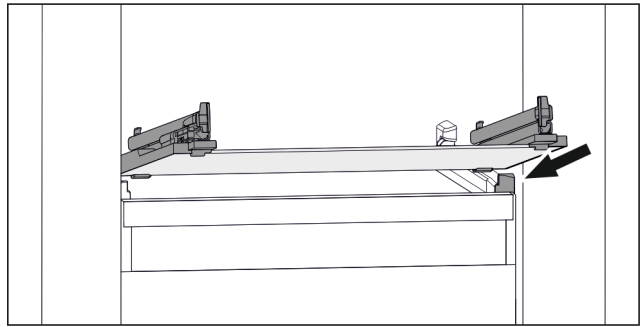

Fig. 49 Representación de la placa de vidrio a modo de ejemplo
- ▶ Coloque la placa de vidrio inclinada detrás de los topes. (consulte Fig. 49)